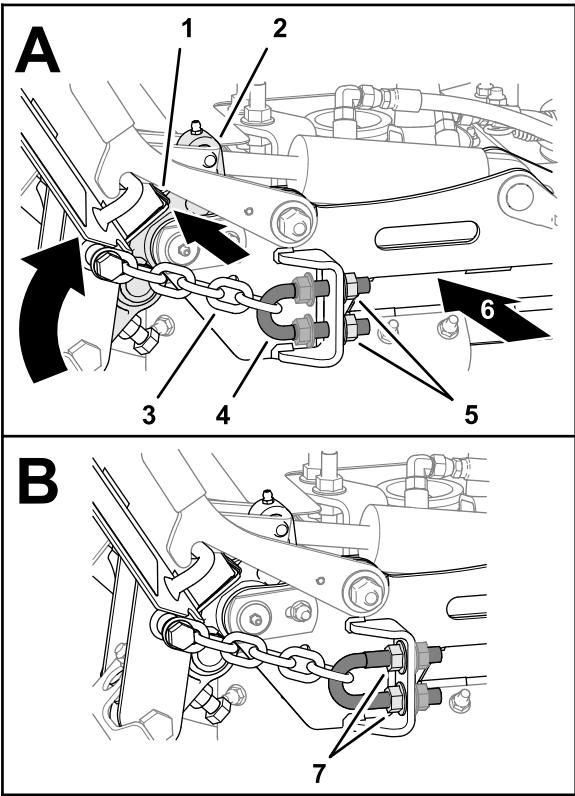

Figura 38
3. Na parte posterior da plataforma, aperte as porcas flangeadas serradas interiores até que as correntes fiquem tensionadas (Figura 38).
4. Enrosque as porcas flangeadas serradas (Figura 38) e aperte-as com 103 to 127 N·m.